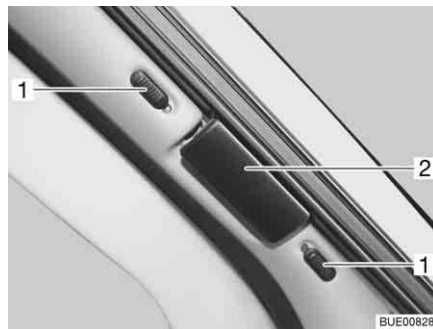

Fig. 21 Dispositif occultant plissé pour le pare-brise
- Pousser les deux moitiés du dispositif occultant plissé pour le pare-brise par la poignée (Fig. 21,2) à fond vers l'extérieur.
- Pousser les boutons de verrouillage (Fig. 21,1) vers le bas ou vers le haut. Si le point rouge est visible, le dispositif de verrouillage est ouvert.